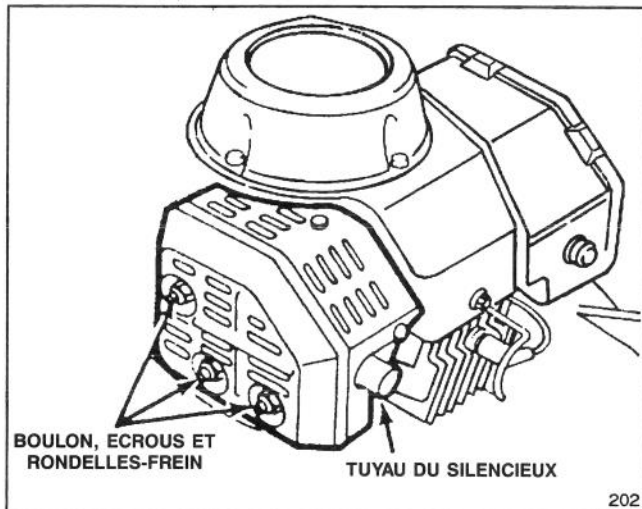

Figure 21
1. A l'aide d'un grattoir en bois dur, enlevez le carbone déposé au bout du tuyau du pot d'échappement (figure 21).
2. Enlevez les trois ensembles boulon, écrou double et rondelles (figure 21). Faites glisser le silencieux hors des goujons de montage.